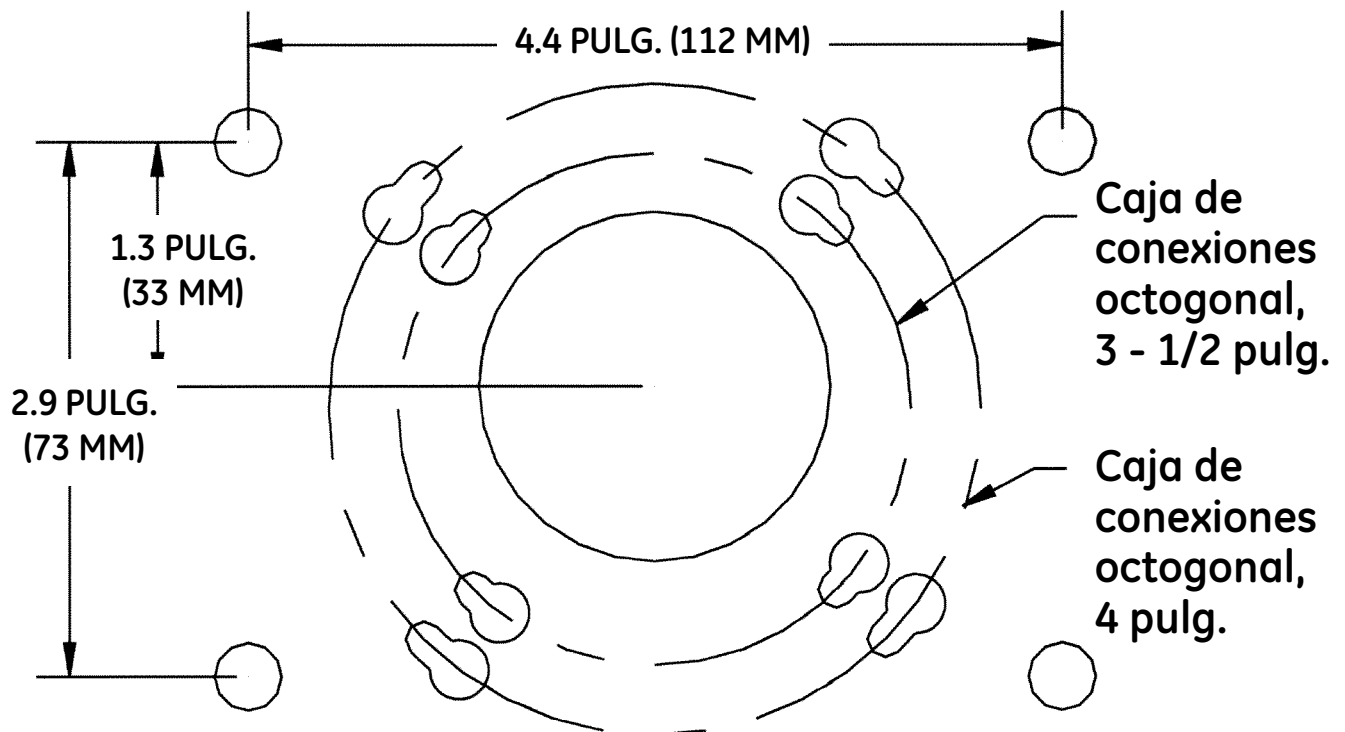

FIGURA 3
- Fije la caja de montaje a la pared o caja de salida. Utilice los agujeros de la cubierta como plantilla para la perforación. Como alternativa, puede usarse como plantilla para la perforación el diagrama de montaje incluido en estas instrucciones (vea la Figura 3).